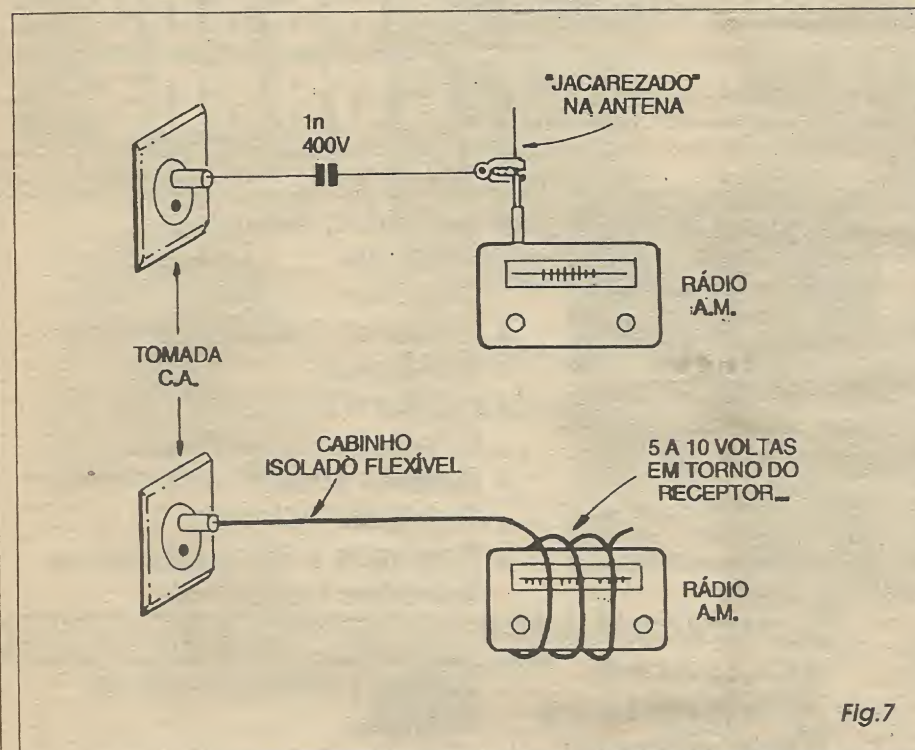

Fig. 7
- FIG. 7 - RECEBENDO OS SINAIS DO ESPACA, LÁ NA OUTRA PONTA
Estabelecida uma das condições de acoplamento sugeridas na FIG. 7, basta manter o circuito do ESPACA ligado, ligar também o rádio e sintonizá-lo no ponto pré ajustado de sintonia (conforme anteriormente descrito...). Eventualmente algum *retoque* na sintonia precisará ser feito, ou apenas no rádio, ou também com a ajuda do capacitor variável do ESPACA, de modo a garantir um sinal claro e bastante inteligível... O potenciômetro de *volume* (e o de *tonalidade* se existir...) do rádio deverá ser ajustado em ponto que proporcione confortável audição... A sensibilidade geral do *link* é muito boa, e tudo o que se falar (mesmo em voz baixa...) no ambiente monitorado pelo ESPACA deverá ser claramente ouvido no rádio, lá onde se posicionar o *xereta*...!
Alguns receptores de rádio mais modernos, super-sensíveis, poderão até captar os sinais emitidos pelo ESPACA por simples aproximação de uma tomada de C.A.. sem que se verifique a necessidade de ligação direta ou indireta, conforme já indicado nos diagramas da FIG. 7...!